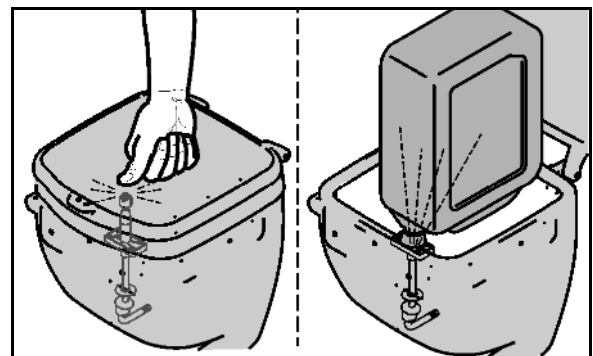

Fig. 56
- der geschlossene Klappdeckel nach unten gedrückt wird (Fig. 56).